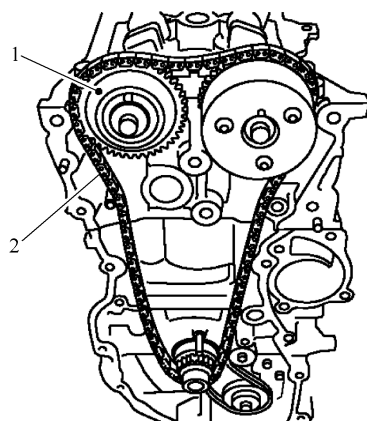

图 3-70 拆卸正时链条
13) 拆下正时链条 2，如图 3-70 所示。
• 朝凸轮轴链轮 1(排气)方向拉正时链条的松弛部分，然后拆下正时链条，并从凸轮轴链轮(排气)侧开始，如图 3-70 所示。